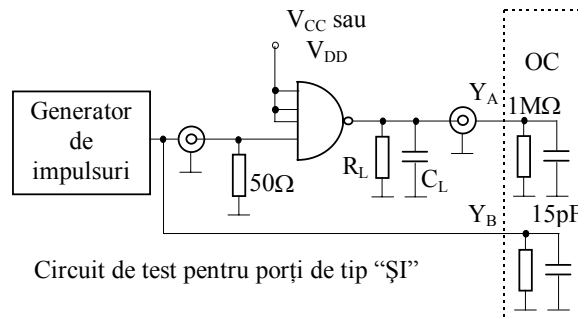

Figura 8
3. Se realizează montajul din figura 8 și se măsoară timpii de propagare și cei de creștere după cum sunt definiți în figurile 1 și 5.